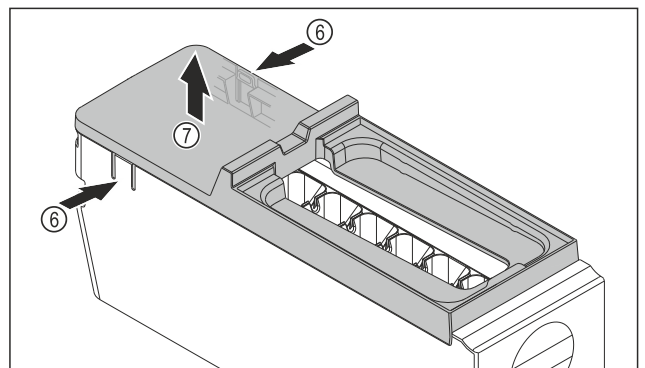

Fig. 107
- ▶ Retirer le couvercle du corps de l'EasyTwist-Ice : D'une main, pousser les languettes Fig. 107 (6) des deux côtés du corps de l'EasyTwist-Ice.
- ▶ De l'autre main, retirer le couvercle Fig. 107 (7) vers le haut.